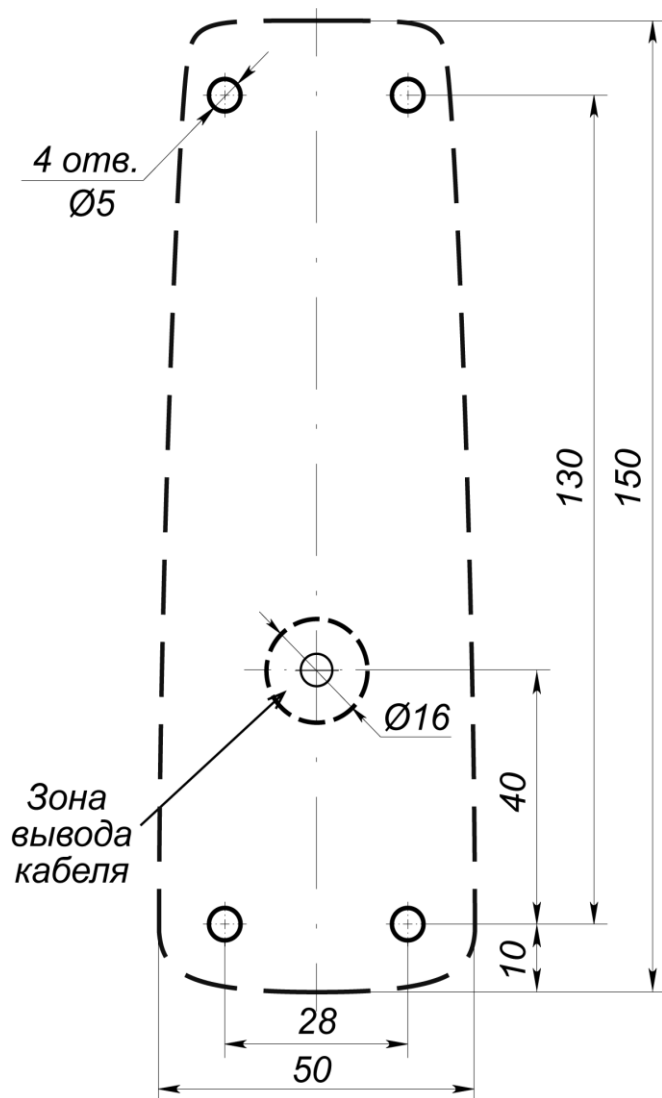

Рисунок 3. Разметка отверстий для установки контроллера (пунктиром показаны габариты корпуса контроллера)
2. Произведите разметку и разделку отверстий на установочной поверхности для крепления металлического основания и проводки кабеля от контроллера согласно схеме, представленной на рис. 3.